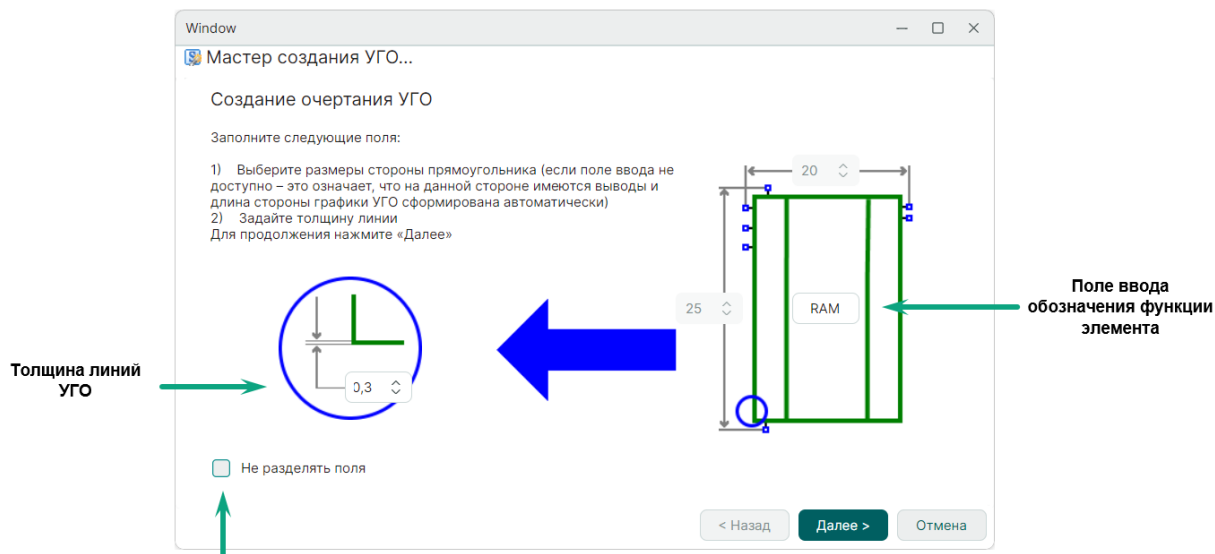

Рис. 232 Настройка графики
5. Настройте графику создаваемого УГО, см. Рис. 232.